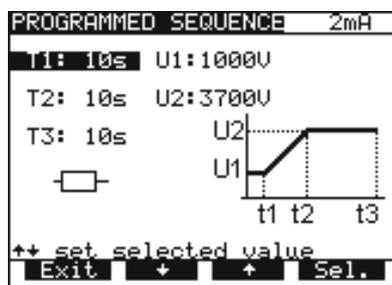

Fig. 12. Le temporisateur T1 est sélectionné, changer la valeur en utilisant les touches $\uparrow \downarrow$
- Pour changer les valeurs U et T appuyez sur la touche **U/T**. La valeur **T2** représente le temps de **t1** à **t2** et la valeur **T3** représente le temps de **t2** à **t3** (fig.12). Le menu de sélection et les valeurs changeantes sont affichées, voir sur la figure ci-dessous :